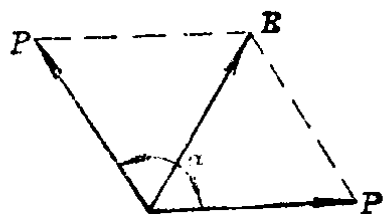

图 2-1
1. 如图 2-1 所示大小相等的两汇交力 P , 它们之间的夹角为 α , 合力为 R . 试分析当 α 角在 $0^\circ \sim 180^\circ$ 之间变化时, 合力 R 与 P 的关系。